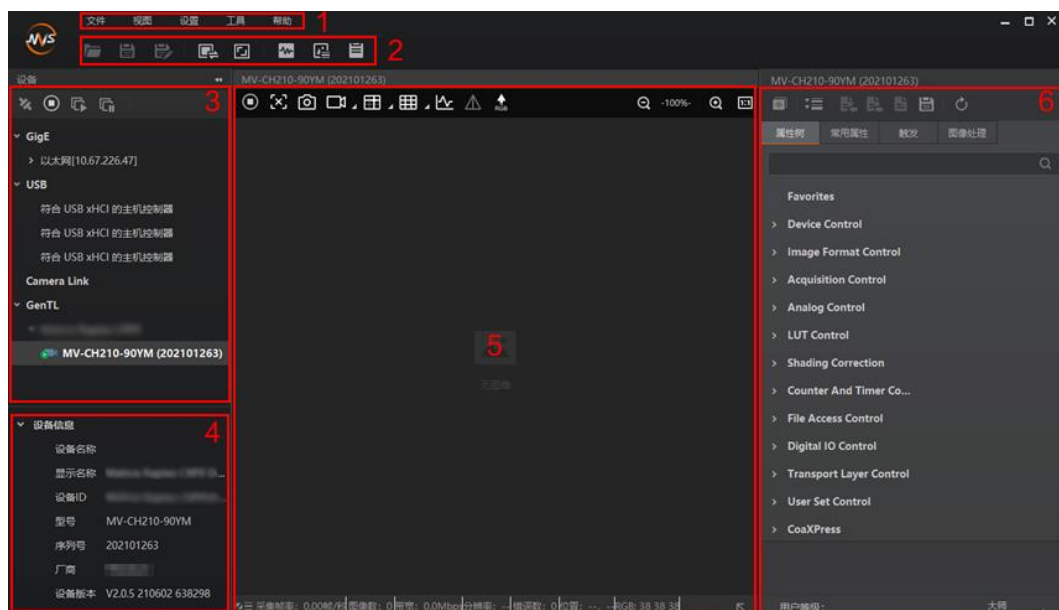

图2-7 MVS 主界面
4. 搜索到相机后，双击连接相机，MVS 客户端界面如图 2-7 所示。